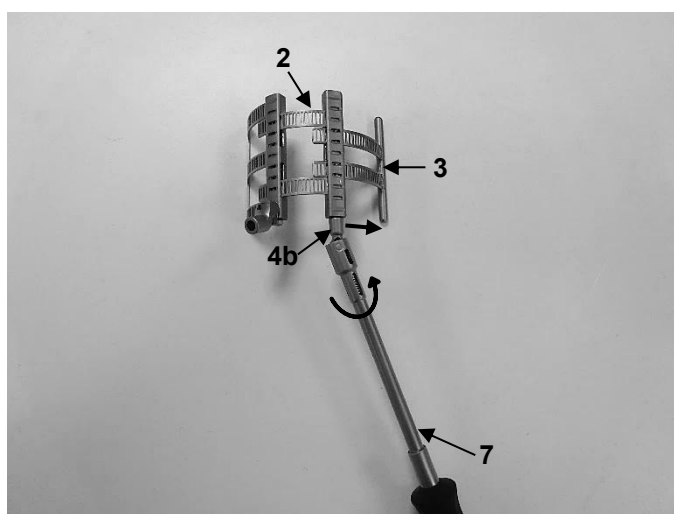

Fig. 20
1. En primer lugar, extraiga el elemento secundario (3) del elemento primario (2) utilizando el destornillador adecuado (7). Para ello, gire el mecanismo de transporte del módulo de la caja del elemento primario (4b) en el sentido de las agujas del reloj con el destornillador adecuado (7) hasta que se pueda extraer (Fig. 20).